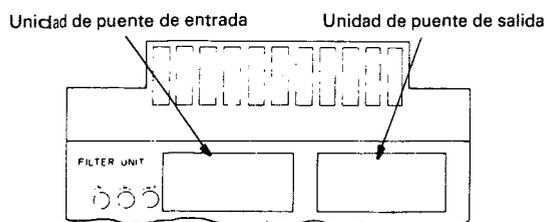

Fig. 4
Los terminales de conmutación del atenuador de RF están en la unidad de relés situada en la parte superior del aparato como se muestra en la Fig. 4. El atenuador se a puesto en la posición de desactivado (OFF) en la fábrica. Si la interferencia de señales intensas fuese muy notable, poner el aparato en la posición de activado (ON).